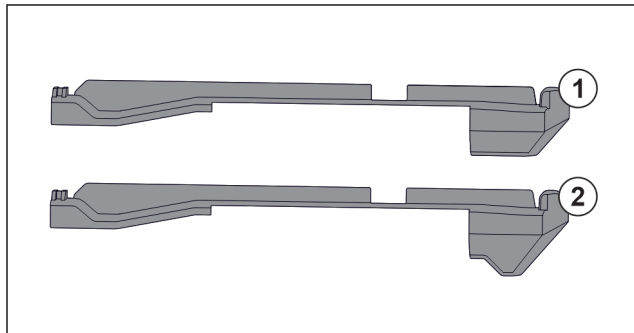

Fig. 124 Sammenligning af påsætningsdelene
I apparatet er der to forskellige påsætningsdele. Påsætningsdelen over den nederste skuffe *Fig. 124 (2)* har en trekantet kant. Alle andre påsætningsdele *Fig. 124 (1)* har en lige kant.
- ▶ Anbring påsætningsdelen *Fig. 124 (2)* med den trekantede kant over den nederste skuffe.
- ▶ Anbring påsætningsdelen *Fig. 124 (1)* med den lige kant på alle andre steder.